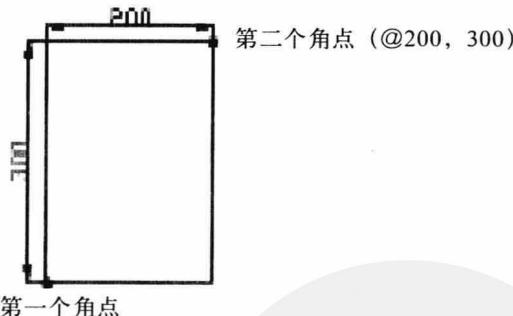

图 3-3-1
(1) 单击“常用”选项卡，在“绘图”面板中单击“矩形”按钮 \square ，或者选择菜单命令“绘图/矩形”。
(2) 命令行提示“指定第一个角点或[倒角(C)/标高(E)/圆角(F)/厚度(T)/宽度(W)]”，在视图任意位置单击创建第一个角点。
(3) 命令行提示“指定另一个角点或[面积(A)/尺寸(D)/旋转(R)]”，输入另一个角点的相对坐标值“@200, 300”，按Enter键，矩形创建完成，如图3-3-1所示。